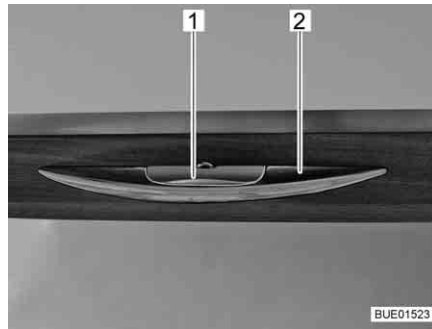

Bild 46 Skåplucka med låshandtag
- Tryck in låshandtaget (Bild 46,1) och håll det intryckt.
- Öppna skåpluckan genom att dra i handtaget (Bild 46,2).